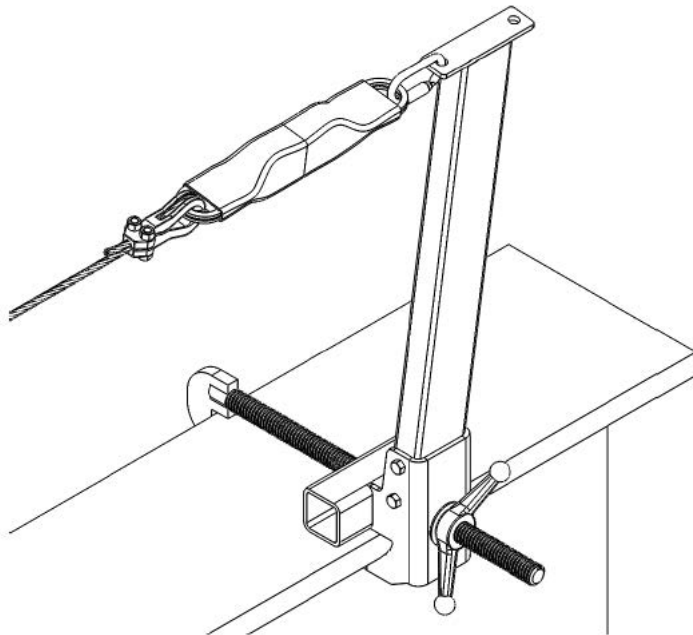

Figure 5
- (1) Placer l'écrou de serrage près de l'extrémité de la tige filetée pour qu'il soit ouvert au maximum.
- (2) Mettre l'assemblage de l'étau en place de sorte que la semelle de la poutre en I s'insère dans la fente de la base de l'étau.
- (3) Serrer la tige filetée avec crochet pour que le crochet se referme sur la semelle du côté opposé de la poutre en I.
- (4) Serrer l'écrou de serrage à la main (figure 5) sur la base de l'étau pour que l'assemblage de l'étau se tienne fermement en place sur la semelle de la poutre en I.
- (5) Vérifier que la semelle de la poutre en I touche le haut et le bas de la fente de la base de l'étau.
- (6) Vérifier que le côté opposé de la semelle de la poutre en I touche le haut et le bas du crochet à l'extrémité de la tige filetée.
- (7) Serrer l'écrou de serrage jusqu'à ce que la rondelle de Belleville soit aplatie.
- (8) Pousser et tirer sur l'assemblage de l'étau dans toutes les directions pour vérifier qu'il est fixé solidement en place et ne bouge pas.